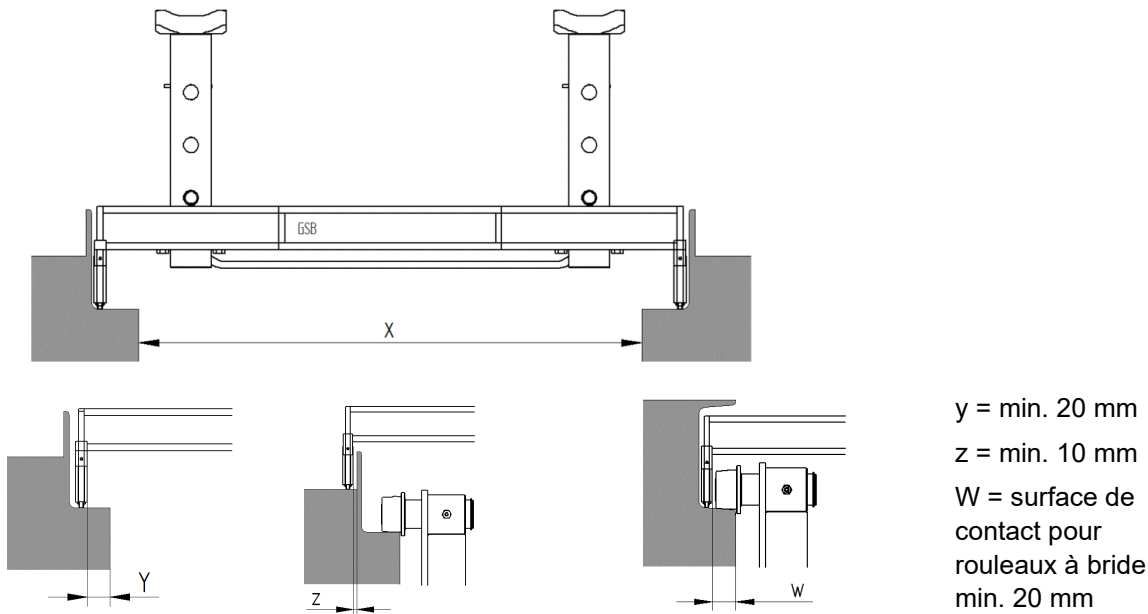

Fig. 9
- *Assurez-vous que l'équipement de sécurité est correctement monté. → Fig. 4 - Fig. 9*